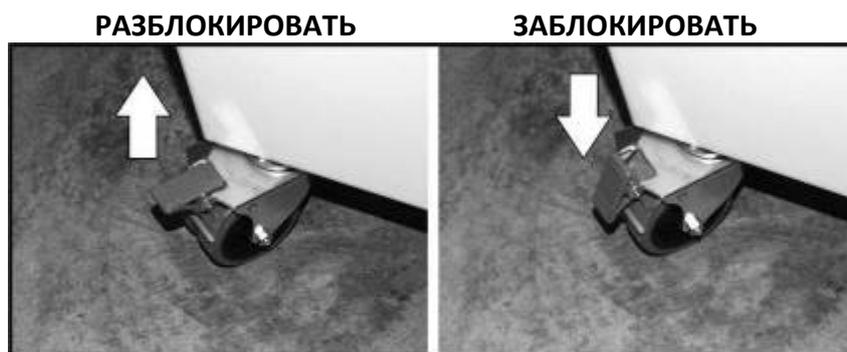

Рисунок 8
Необходимо обеспечить свободный доступ к оборудованию со всех сторон для проведения его очистки, регулировки и/или технического обслуживания/ремонта. Необходимо заблокировать два шарнирных колёса с тормозами, Рисунок 8, опустив соответствующие рычаги (только для моделей с цоколем)
- Прежде, чем приступить к эксплуатации тестораскаточной машины необходимо проверить фиксацию колёс (см. Рисунок 8)